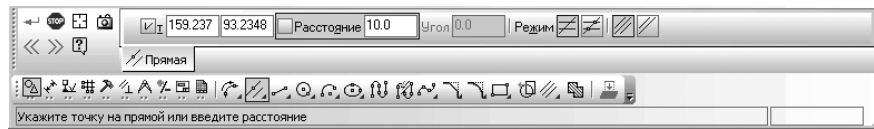

Рис. 8.63. Панель свойств: Параллельная прямая, Компактная панель, с нажатой кнопкой Параллельная прямая, и строка сообщений
**Панель свойств: Параллельная прямая, Компактная панель**, с нажатой кнопкой  **Параллельная прямая**, и строка сообщений показаны на рис. 8.63.